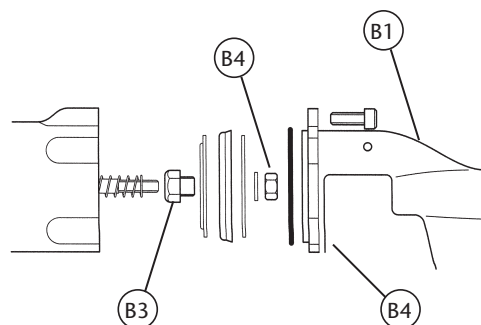

Fig. 4
- Dévisser les cinq vis (B1) et retirer la culasse (B2) ainsi que le joint torique (B3) (fig. 4).